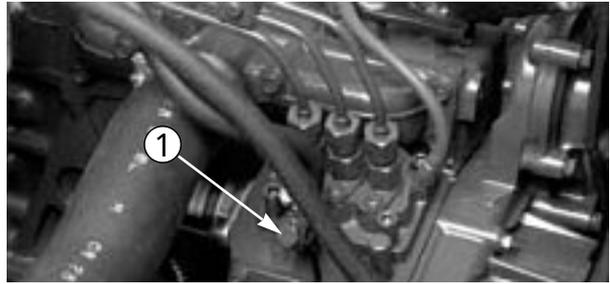

図 26
2. 12 mm レンチを使って、燃料噴射ポンプに付いているエア抜きネジ（図26）をゆるめる。